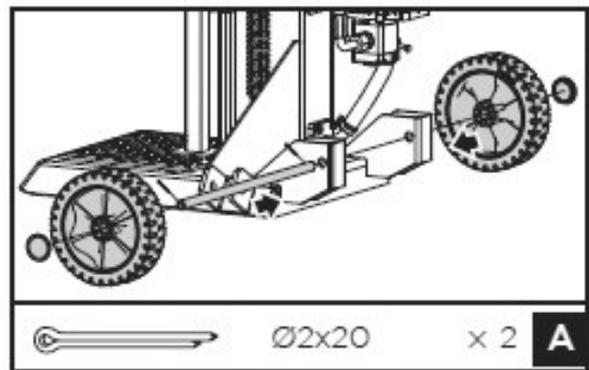

Abb. 9: Montage Räder
1. Setzen Sie die Radachse in die dafür vorgesehene Öffnung und befestigen Sie diese. Schieben Sie die Räder auf die Achse und sichern Sie sie von außen mit zwei Splinten Ø 2x20. Befestigen Sie die Raddeckel (Abb. 9).